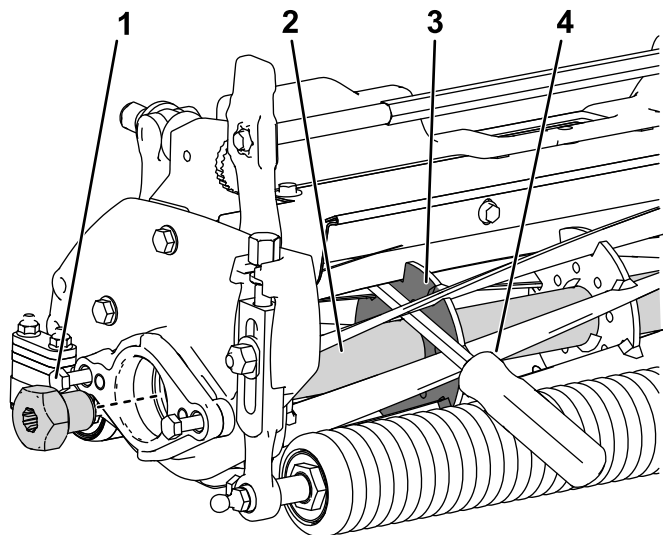

图33
1. 将一根长柄撬棍建议尺寸为 0.95cm x 30.48cm 带螺丝刀柄插入滚刀组前面最靠近需要扭转的滚刀组一侧 图33。
2. 将撬棍靠着滚刀支撑板的焊接侧 图33。